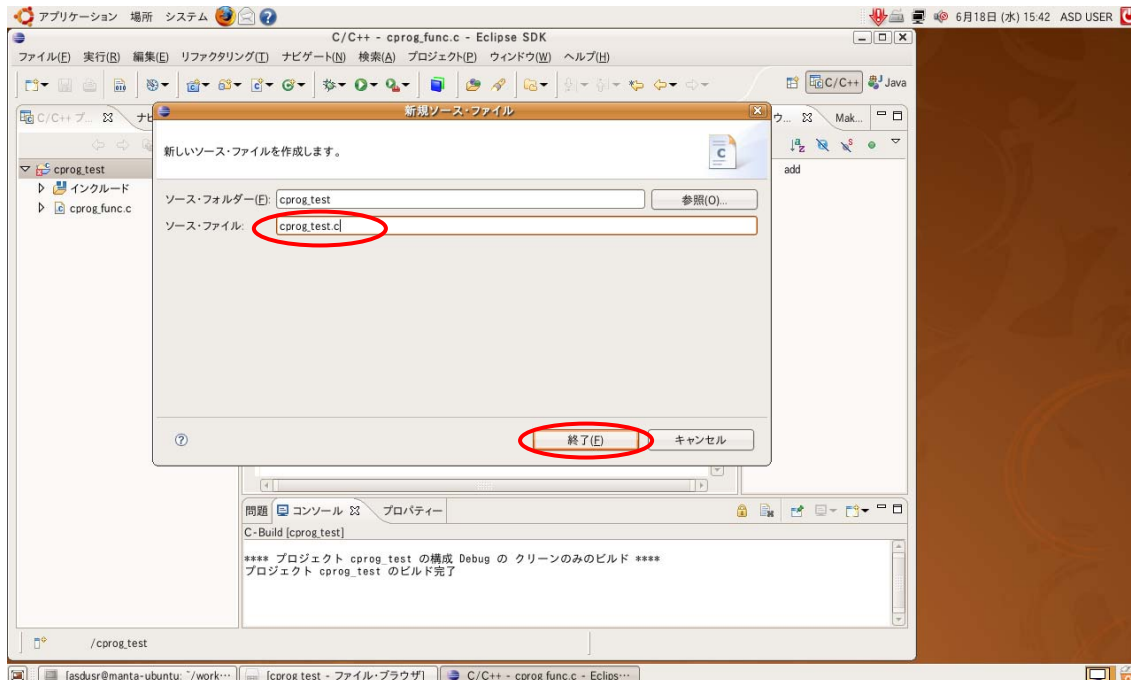

図 3-6-4-1. 新規ソースファイル
ソースファイルを作成する場合は、「ファイル (F)」→「新規 (N)」→「ソース・ファイル」をクリックすると、図 3-6-4-1 の画面が表示されます。